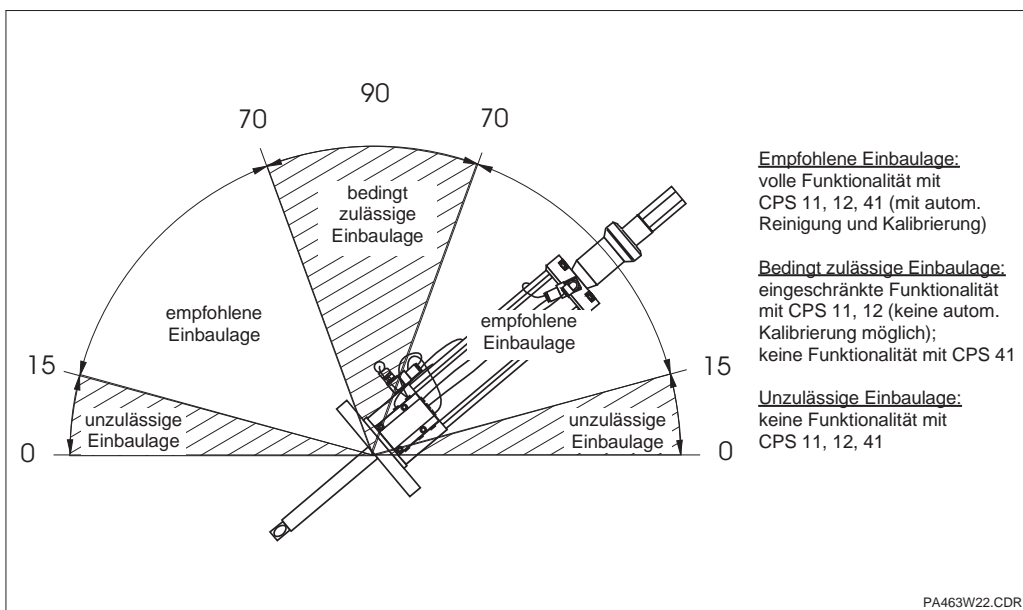

Bild 3.8 Einbaulagen der Armatur
- Die empfohlenen Einbauwinkel der Armatur (Bild 3.8) sind zu beachten.